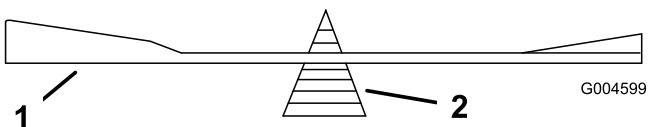

Figure 38
- Vérifiez l'équilibre de la lame en la plaçant sur un équilibrage (Figure 38). Si la lame reste horizontale, elle est équilibrée et peut être utilisée. Si la lame est déséquilibrée, limez un peu le dos de la lame. Répétez la procédure jusqu'à ce que la lame soit équilibrée.